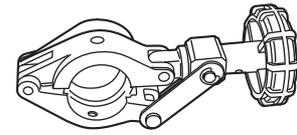

Fig. 45
1) Clamp for flanging (Fig. 45)